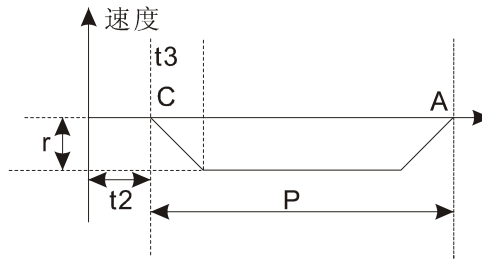

图 7.13 返回 A 点运行示意图
(3) 延时 200ms 后自动返回 A 点: (图 7.13)